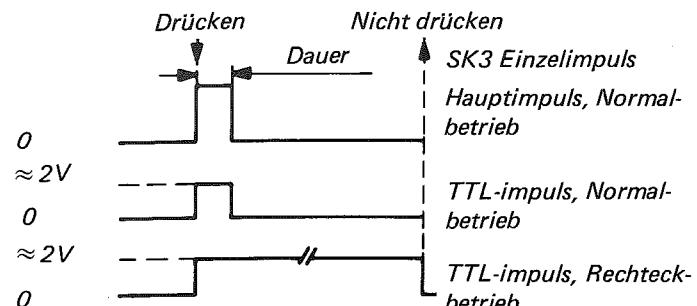

Abb. 6.4. Einzelimpulsauslösung.
- Es wird nun ein Einzelimpuls nach Abb. 6.4. erzeugt. Dauer, Amplitude usw. werden mit den Bedienungsorganen auf der Vorderseite des Geräts eingestellt.
- Taste SINGLE SHOT drücken. Es erscheint ein einzelner TTL-Impuls von eingestellter Dauer. Siehe auch Abb. 6.4.
- Taste SINGLE SHOT drücken. Der Einzelimpuls am TTL-Ausgang bleibt so lange stehen, wie die Taste gedrückt wird. Die eingestellte Impulsdauer hat keinen Einfluss. Vgl. Abb. 6.4.